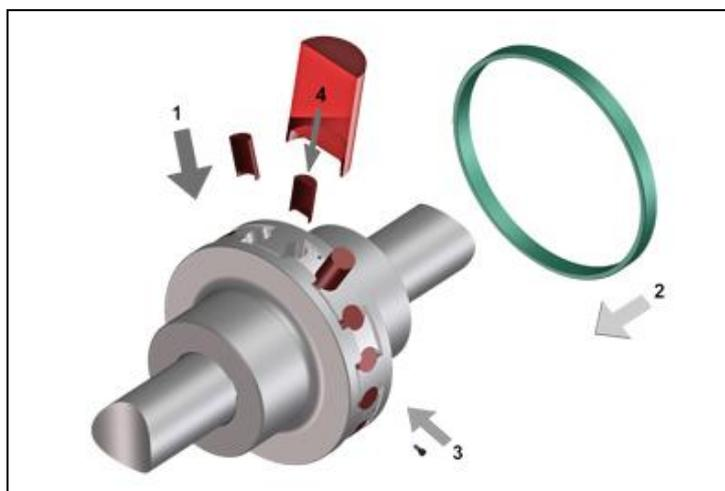

Bild 5
- Schieben Sie die Wellenenden mit den montierten Kupplungshälften zusammen auf das Einbaumaß „h“ nach Tabelle 5 zusammen (Bild 5).
- Setzen Sie die Puffer mit der Ausbuchtung nach innen (Bild 5, Pos. 4) in die Kupplung ein.